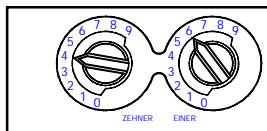

Abbildung 1. Drehschalter zum Einstellen einer dekadischen Adresse.
- Stellen Sie die Melderadresse (siehe Abbildung 1) mit einem Schraubendreher mit flacher Klinge an den beiden Drehschalter ein, indem Sie die gewünschte Zahl zwischen 01 und 99 wählen. Vermerken Sie die Adresse auf dem Etikett des Sockels.